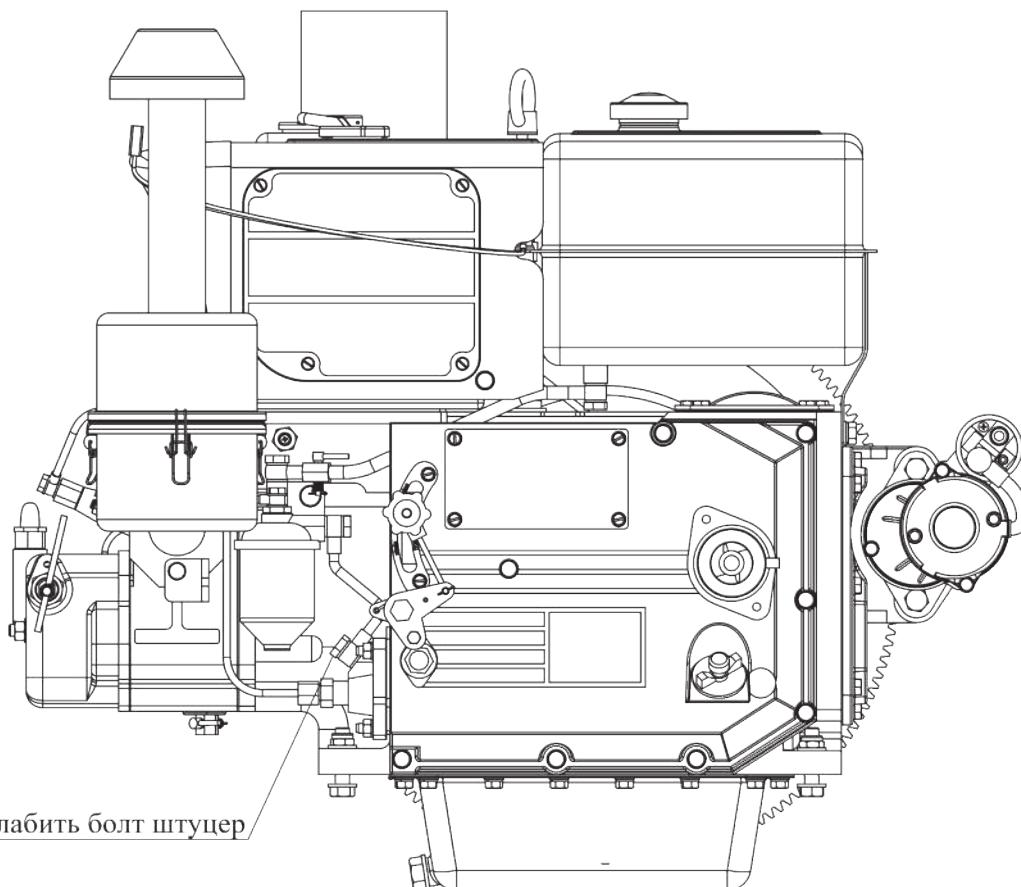

Рис. 26
2. Ослабить штуцер-болт на топливном насосе для развоздушивания системы. Дождаться пока из-под штуцера-болта перестанут появляться пузырьки воздуха и польется ровная струя топлива (см. рис. 26);